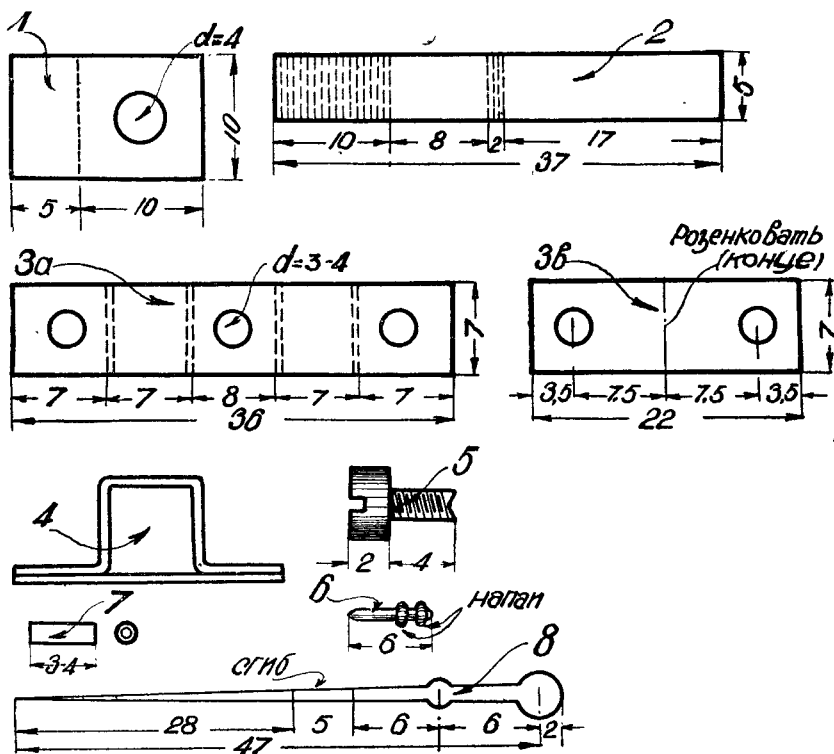

Рис. 2
Ось 6 (рис. 2) делается из обычной иглы или булавки. Оба конца должны быть заточены на конус. На оси делаются, как видно из рис. 2, два напая
Общий вид конструкции амперметра дан на рис. 1. Размеры пластинок (1), (2), (3) даны на рис. 2. Все пластинки сделаны из латунного цилиндра от перегоревшей лампы «Микро» старого образца. Во всех пластинках предварительно
Пластина (1) сгибается по пунктиру под прямым углом. Пластина (2) выгибается по пунктирным линиям и ей придается форма, указанная на рис. 1. Стойка для оси 3 (рис. 1) делается из двух пластинок, 3а и 3б (рис. 2). Пластины 3а и 3б принимают вид «4», указанный в разрезе на рис. 2. С внутренней части пластинки 3а перед средним отверстием припаивается гайка. К гайке надо подобрать предварительно винт, плотно в нее входящий, полностью нарезанный. Размеры винта 5 приведены на рис. 2. В пластинке 3б и в винте делаются тонким сверлом (2—3 мм) маленькие конические углубления.
из капли свинца для того, чтобы резинка 7 (рис. 2) прочно сидела на оси, и чтобы стрелка 8 (рис. 2), сделанная из тонкого листового алюминия, надетая на ось, не опускалась вниз. Кроме того, после того как стрелка надета, делается на оси поверх стрелки третий напай, который прочно зажимает стрелку.
Резинка 7 (рис. 2) должна иметь возможно меньший внешний диаметр. Чем меньше внешний диаметр резинки, тем выше будет чувствительность прибора.